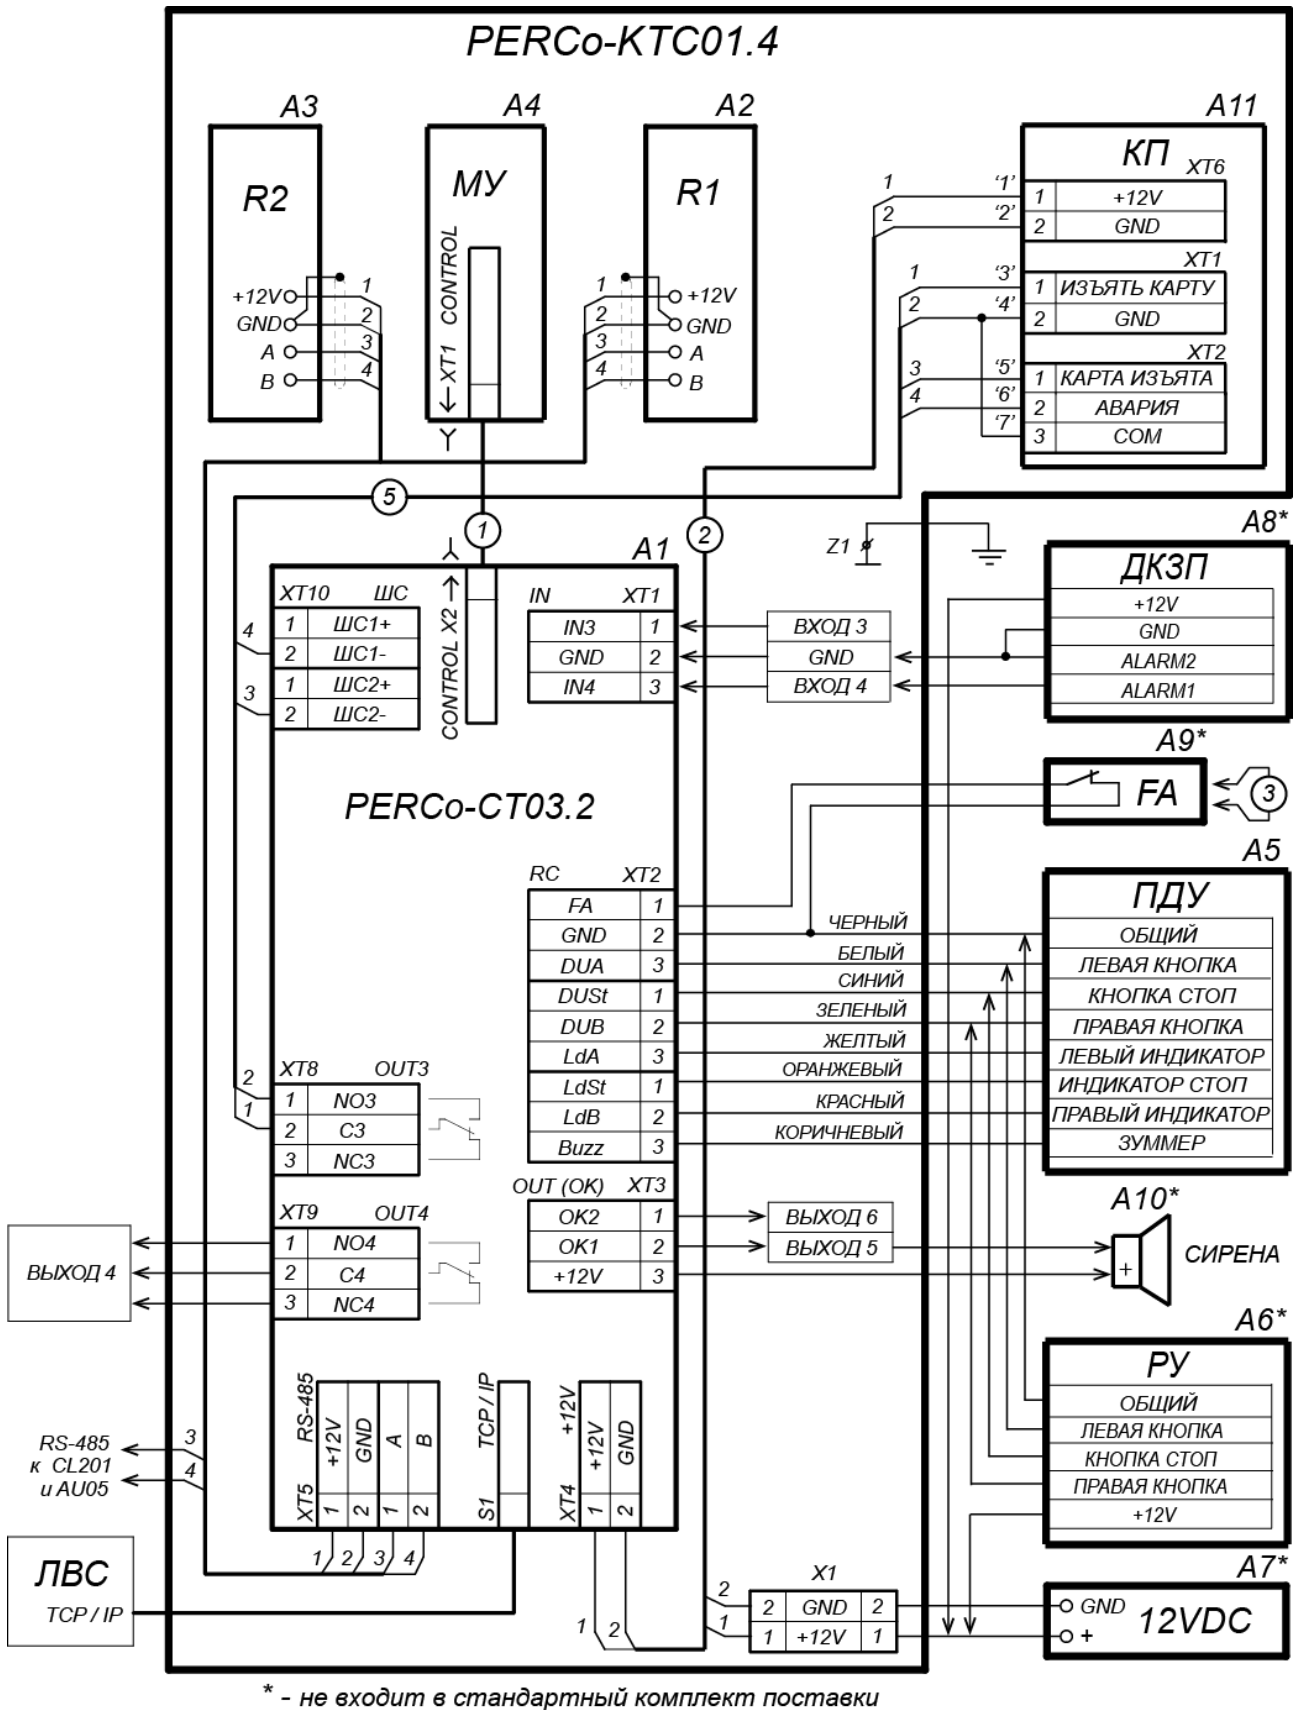

Рисунок 13. Схема подключения ЭП и дополнительного оборудования
Расположение клеммных колодок на нижней плате контроллера ЭП показано на рис. 5, назначение контактов клеммных колодок указано в табл. 1. Схема подключения приведена на рис. 13. Используемые при подключении типы кабелей указаны в табл. 4. При монтаже ЭП придерживайтесь следующей последовательности действий:
11. Подключите кабель питания (15) к выносной клеммной колодке **X1** на плате контроллера ЭП согласно схеме, приведенной на рис. 13.
12. Подключите кабель (13) ПДУ (12) к клеммной колодке **XT2** на плате контроллера ЭП согласно схеме, приведенной на рис. 13.
13. Подключите при необходимости кабели от других устройств к соответствующим клеммным колодкам платы контроллера ЭП согласно схеме (см. рис. 13).
позиционные обозначения A1-A4 и Z1 – указаны на рис. 13
10. Подсоедините кабель картоприемника к плате управления картоприемника согласно схеме на рис. 13 и рис. 6.
11. Установите и закрепите торцевые крышки (9) в порядке, обратном снятию.
12. Установите в рабочее положение контейнер картоприемника со стороны механизма картоприемника, а заглушку (10) – с противоположной стороны.
13. Установите крышку (3) в рабочее положение (см. разд. 6).